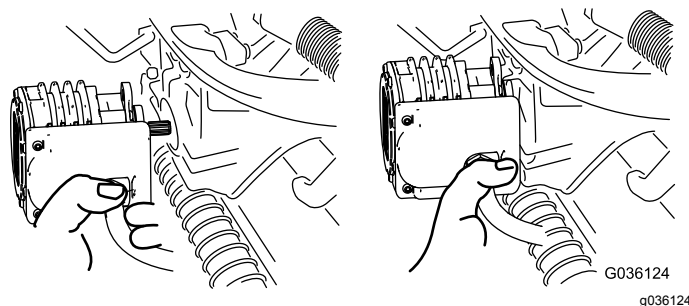

Figura 57
4. Spostate il motore in posizione di stoccaggio davanti al braccio di sospensione (Figura 57).